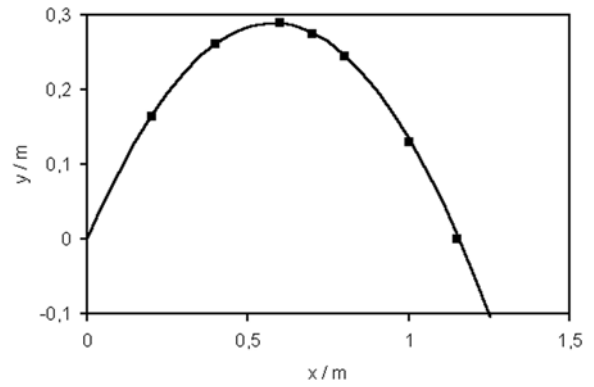

Fig. 3: Valori misurati e calcolo comparativo, x = ampiezza di lancio, y = altezza di lancio, simboli = valori misurati, linea = equazione 5
- La velocità di lancio ammonta, in caso di tensionamento minimo della molla, a circa 3,37 m/s. Con questo valore può ora essere calcolata la parabola di lancio in base all'equazione 5 ed essere messa a confronto con i singoli valori misurati. Il risultato è rappresentato nella fig. 3.